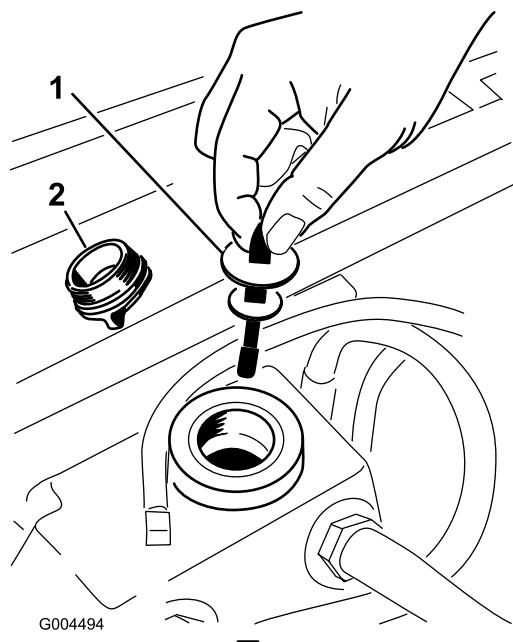

図 66
5. 油圧オイル給油口からキャップ（図 66）を取りる。
6. ディップスティックを抜き、ウェスで一度きれいに拭く（図 66）。
7. もう一度首に差し込んで引き抜き、オイルの量を点検する（図 66）。